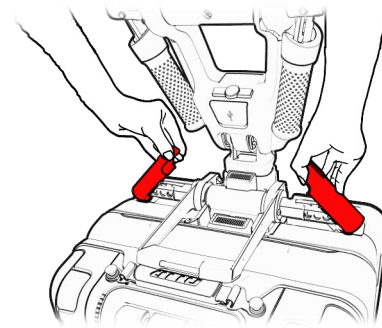

Figura 50
2. Abra ambas palancas de separación (consulte la Figura 50).